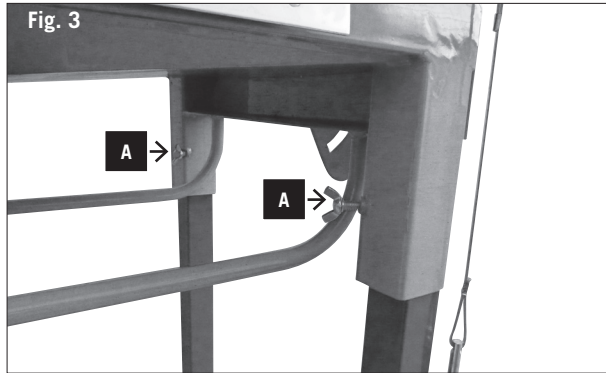

Fig. 3
- 2 Standfüße (3) in den Untergestellrahmen einführen und mit Flügelmuttern (A) sichern (Abb. 3).
- 2 Stojaki (3) wprowadzić do ram podstawy i zabezpieczyć nakrętkami motylkowymi (A) (Rys. 3).